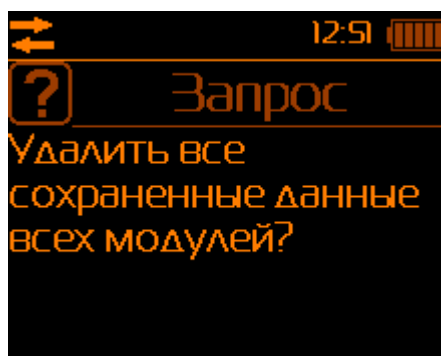

Рис.29 – Запрос подтверждения на полное удаление результатов измерений
2.7.7. **Полная очистка памяти блока отображения информации** осуществляется выбором пункта «Полная очистка» Системного меню». В этом режиме происходит полное удаление всех результатов измерений, сохранённых в памяти блока отображения информации (по всем параметрам, не только по температуре, влажности, скорости воздуха и дополнительным параметрам микроклимата). Для предотвращения нежелательной потери результатов, БОИ-01 выводит запрос на подтверждение полной очистки памяти результатов (Рис.29).